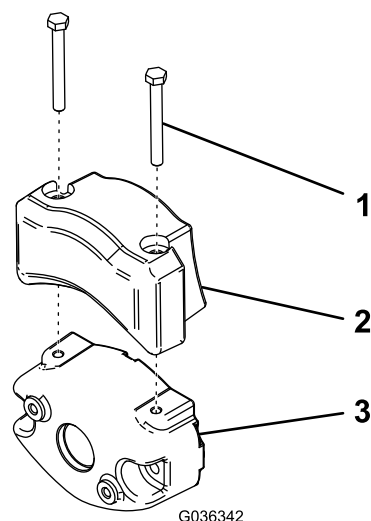

图 54
2. 如图 54 所示用 2 个平头螺丝将电气配重块固定到现有配重块上。